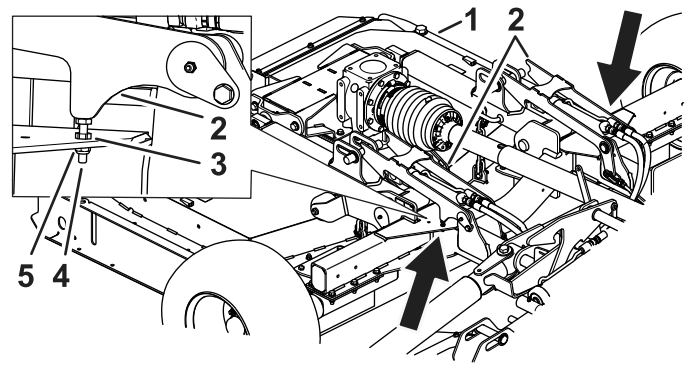

Bild 85
3. Nach dem Einstellen der Schraube die Kontermutter und die Mutter anziehen (Bild 85).
1. Lösen Sie dann die Klemmmutter (Bild 85).
2. Stellen Sie die Schraube nach oben oder unten ein, um die Position der Mähwerkverriegelung zum Einrasten der Mähwerkstifte zu korrigieren (Bild 85).